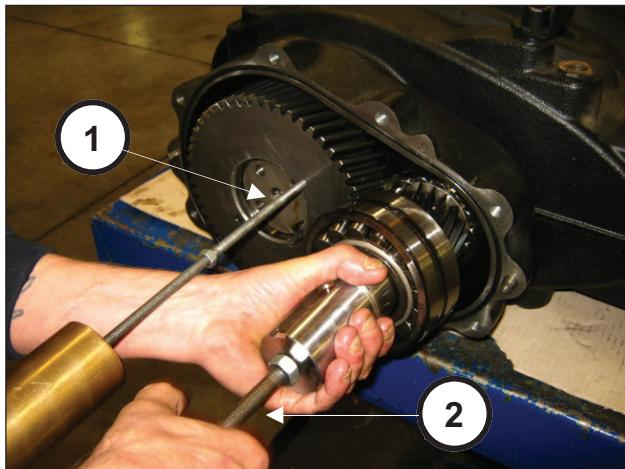

图 12
要拆除链轮+冠齿轮总成，必须在冠齿轮的2个M8孔（①，图 12）和链轮的M14孔（②，图 12）上进行锤击。